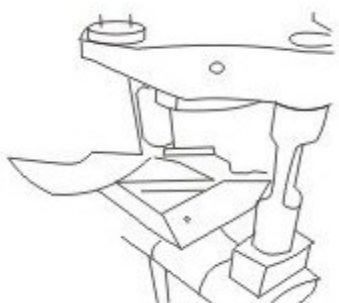

Figura 18
- Țineți proiecția reflectorului lung și trageți reflectorul afară (Figura 18)